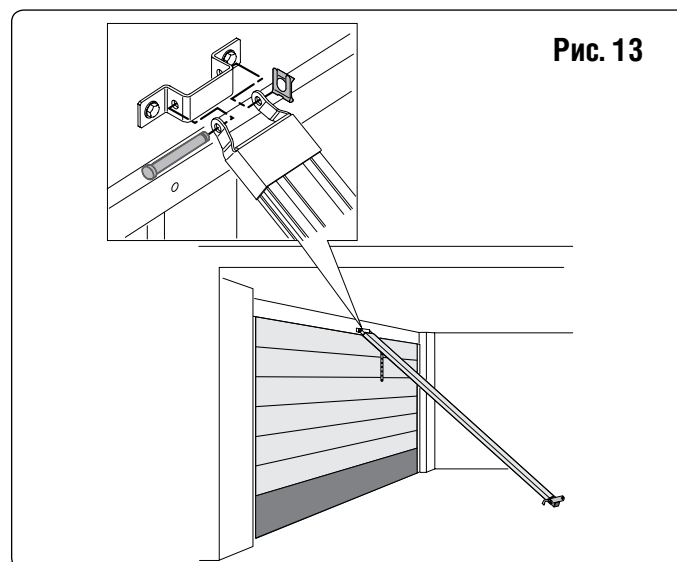

Рис. 13
4. Если используется изогнутый рычаг для секционных ворот (опционально), произведите его сборку с прямым рычагом каретки, как показано на рис. 13.